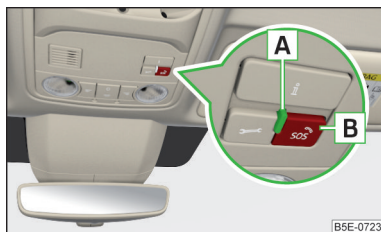

Fig. 4
Lampa de control și tasta de apel de urgență » fig. 4
- Apăsați tasta **B** » fig. 4 pentru mai mult de 3 s (conexiunea poate fi **întreruptă** printr-o nouă acționare a tastei).
Funcționarea sistemului este indicată prin aprinderea lămpii de control **A** imediat după cuplarea contactului » fig. 4.